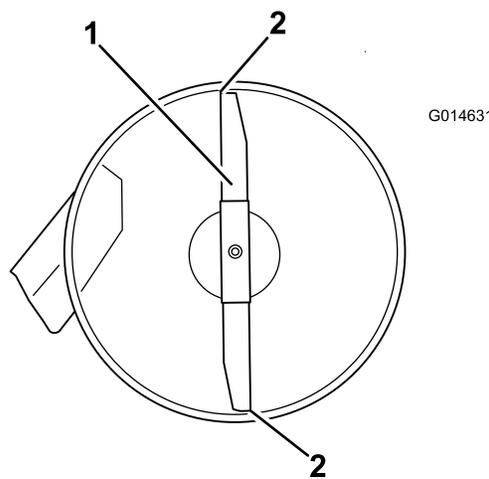

Figura 50
- 4. Gire cuidadosamente las cuchillas colocándolas en el sentido de avance de la máquina (Figura 50).
- 5. Mida entre la punta de la cuchilla delantera y la superficie plana y entre la punta de la cuchilla trasera y la superficie plana (Figura 50).
- Después de realizar el ajuste, compruebe de nuevo la inclinación longitudinal, y siga ajustando la tuerca hasta que la punta de la cuchilla delantera esté entre 1.6 mm y 7.9 mm (1/16" a 5/16") más baja que la punta de la cuchilla trasera (Figura 50).